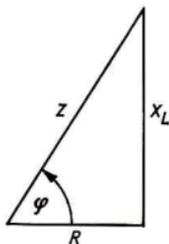

Bild 92
3. $L = \frac{X_L}{\omega} = \frac{\sqrt{Z^2 - R^2}}{2\pi f} \quad (\text{Bild 92}) \quad L = 15,1 \text{ mH}$
3. Nach (10.24) und (2.16) ist $X_L = 2\pi f l$, nach Bild 92 ist aber auch $X_L = R \tan \varphi$. Daraus folgt